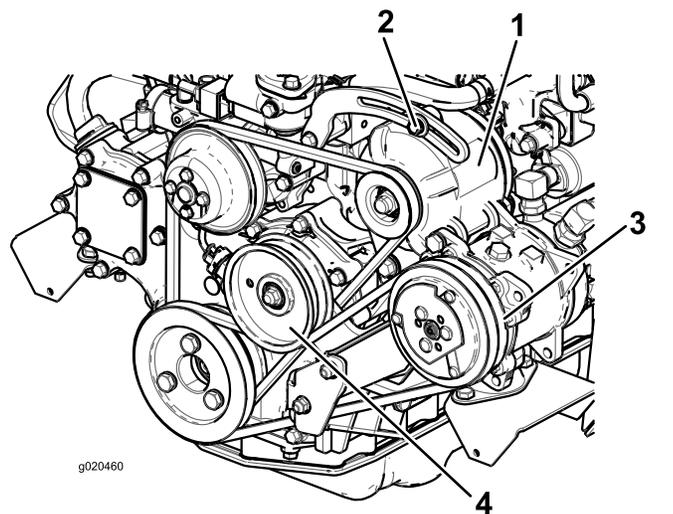

Figura 76
Se la flessione non è di 10 mm, allentate i bulloni di fissaggio dell'alternatore (Figura 76).
- Se la flessione non è di 10 mm, allentate il bullone di fissaggio della puleggia tendicinghia (Figura 76).